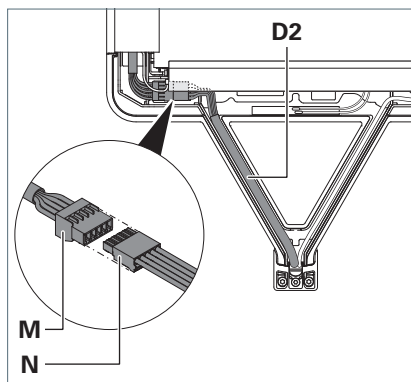

Fig. 7: Collegare la linea di alimentazione.
- Rimuovere la morsettiera a perno **M** dallo scomparto sotto il corpo refrigerante, vedere Fig. 7.